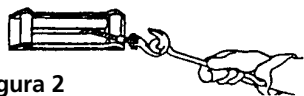

Figura 2
7. **NUNCA USE EL CABRESTANTE CON MENOS DE 5 VUELTAS DE CABLE DE ALAMBRE EN EL TAMBOR DE CABRESTANTE**, ya que el sujetador del extremo del cable de alambre **NO RESISTIRÁ** la carga. El cable de alambre de su cabrestante X9 tiene un «indicador de advertencia» rojo en cada extremo. El «indicador de advertencia» del extremo del cabrestante le advierte que el cable de alambre está en la vuelta 5 o cerca de ella. El «indicador de advertencia» del extremo del gancho del cable de alambre le advierte que el gancho está acercándose al cabrestante. **SIEMPRE USE LA BARRA PROTECTORA PARA MANOS** cuando guíe el cable de alambre hacia adentro o afuera (ver la Figura 2). Al usar su cabrestante, la pintura roja se desgastará con el uso normal. Cuando esto suceda, renueve la pintura roja ya que ésta es una característica de seguridad del